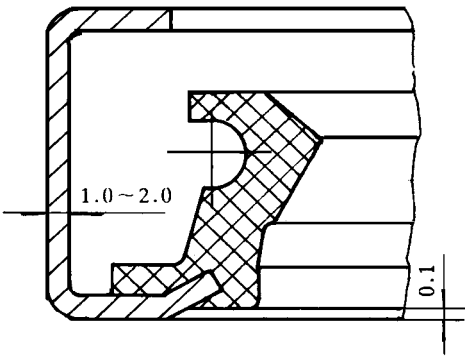

图 1 外骨架式油封
根据 GB 9877.2~9877.3-88 和 ISO 6194 I ,外露骨架油封有 4 种基本类型(见图 1~4):①外骨架式油封;②组合式外骨架